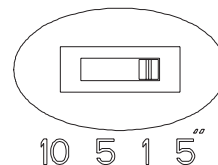

fig. 18
- Avant d'allumer le système, positionner l'interrupteur pour le réglage du temps sur 5" (fig.18).